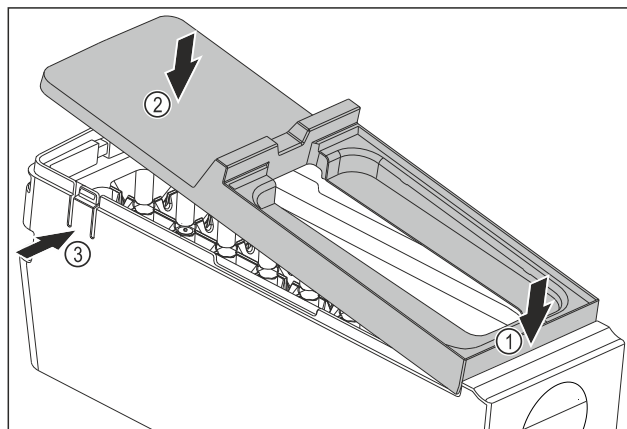

Fig. 120
- ▶ Смонтируйте крышку корпуса EasyTwist-Ice: Установите крышку спереди. Fig. 120 (1)
- ▶ Опустите крышку сзади. Fig. 120 (2)
- ▷ Крышка со щелчком фиксируется в накладках Fig. 120 (3).